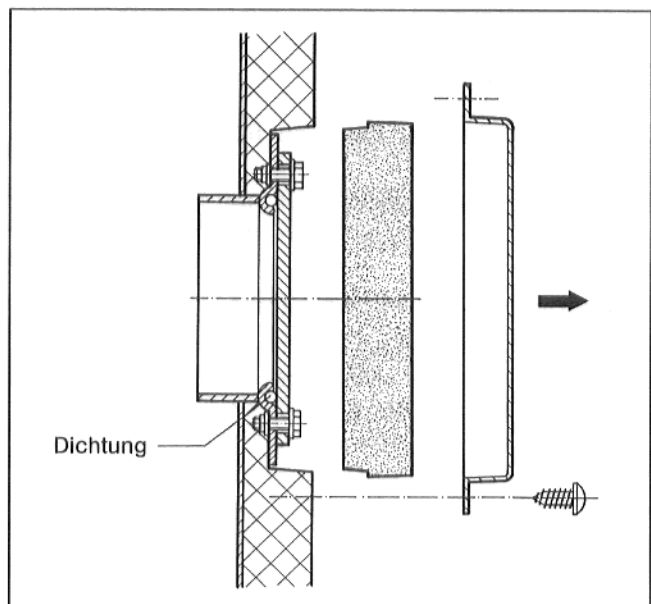

Abb. 14
- Abdeckhaube vor Handlochdeckel abschrauben (Abb. 14).
- Sechskantschrauben aus vorderem Handlochdeckel heraus-schrauben, Handlochdeckel abnehmen (Abb. 14).